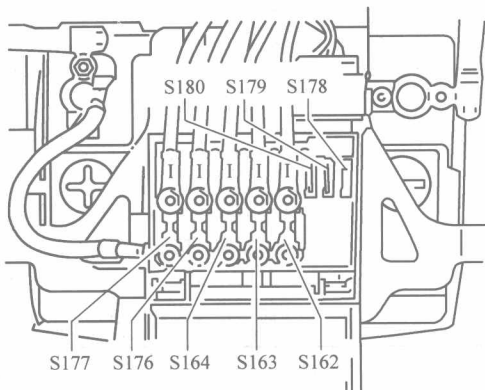

图 1-5 蓄电池熔断器支架上熔断器布置
2) 蓄电池支架上的熔断器相关的说明如图 1-5 所示，其相关的说明如表 1-5 所示。